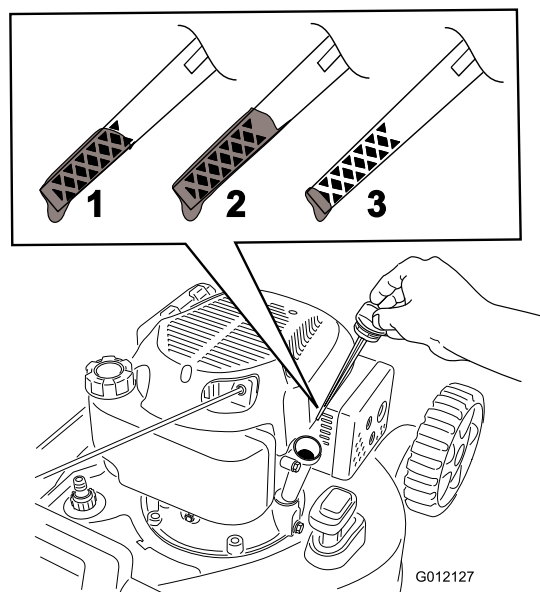

Figura 5
- Togliete l'asta di livello (Figura 5).
- Versate **lentamente** dell'olio nel foro di riempimento, attendete qualche minuto poi controllatene il livello con l'apposita asta: dopo averla pulita, inseritela fino a posizionarne il tappo sul foro di riempimento, **ma senza avvitarla** (Figura 5).
Nota: Riempite la coppa dell'olio motore fino a quando l'asta di livello non indica che il livello dell'olio è corretto, come illustrato nella Figura 5. Se riempite eccessivamente il motore, estraete l'olio in eccesso come indicato in Cambio dell'olio motore.